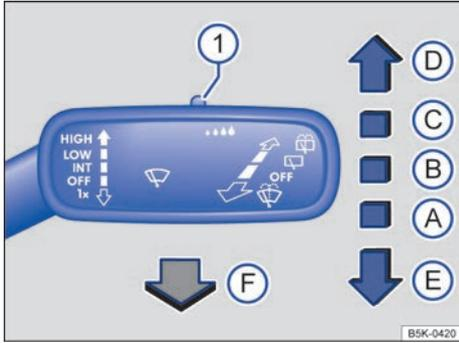

Fig. 90 En el lado derecho de la columna de dirección: manejo del limpiaparabrisas.
- Presione la palanca del limpiacristales brevemente hacia abajo → fig. 90 (E).